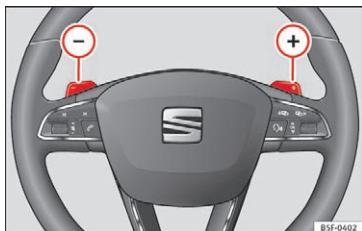

Fig. 193 Rat: gearvælger til automatisk gearkasse
– Tryk på skiftekontakten **+** » Fig. 193 for at skifte et gear op.